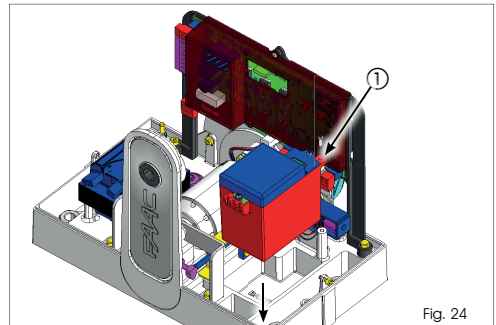

Fig. 24
Installera batterikitet enligt anvisningarna i Fig. 24. Placera det på avsedd plats och blockera med skruven ref. ①. Koppla in på till syftet avsedd kontakt på kortet (se tillhörande instruktion). För information om batterikitet hänvisas till tillhörande instruktioner.